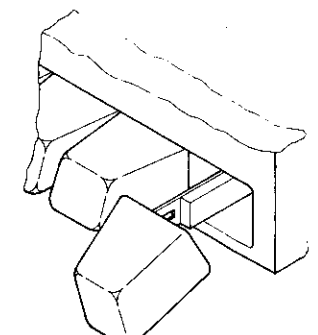

Fig. 8
9.2 Druckstastknopf nach unten drücken, Fig. 8, und abziehen.
9.2 Push downwards pushbutton knob, fig. 8, and remove.